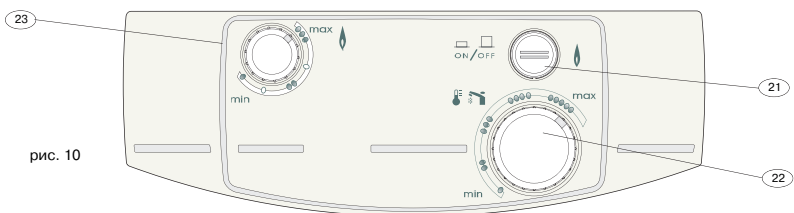

рис. 10
- Выньте рукоятки регулировки (23) подачи газа и регулятора температуры (22) (рис. 10), потянув их на себя
Переведите переключатель ВКЛ/ВЫКЛ (21) в положение ON (ВКЛ) (рис. 10).